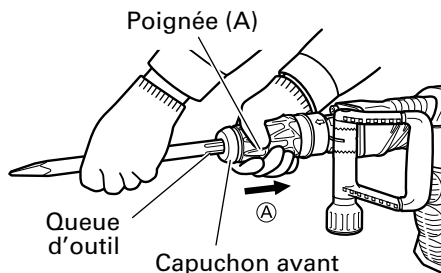
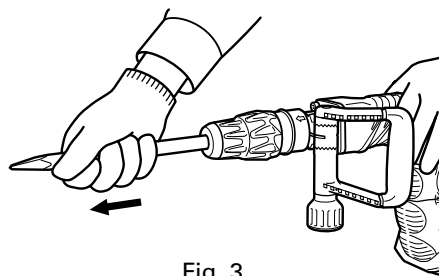
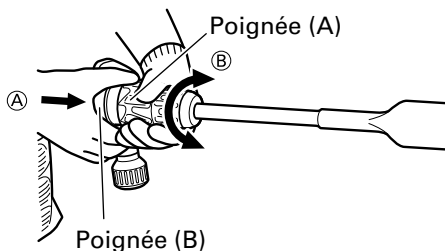

Fig. 2
Fig. 3
Fig. 4
- (1) Nettoyer la section de la queue de l'outil.
- (2) Comme indiqué sur la Fig. 2, tirer sur la poignée (A) dans le sens Ⓐ, et insérer l'outil dans l'un des orifices du capuchon avant.
- (3) Régler la position de la rainure tout en tournant l'outil, et l'insérer encore davantage jusqu'à ce qu'il touche le fond de l'orifice.
- (4) Ramener la poignée (A) sur sa position d'origine, tirer sur l'outil et vérifier qu'il est bloqué à fond. (Fig. 3)
- (1) Comme indiqué sur la Fig. 4, si l'on tourne la poignée (A) dans le sens Ⓑ de telle sorte que la poignée (B) glisse dans le sens Ⓐ, il sera possible de modifier librement l'angle de la lame sur n'importe quelle position.
- (2) Libérer la poignée (B) et tourner l'outil, et vérifier qu'il est bloqué à fond.
Comme indiqué sur la Fig. 2, tirer sur la poignée (A) et sortir l'outil.